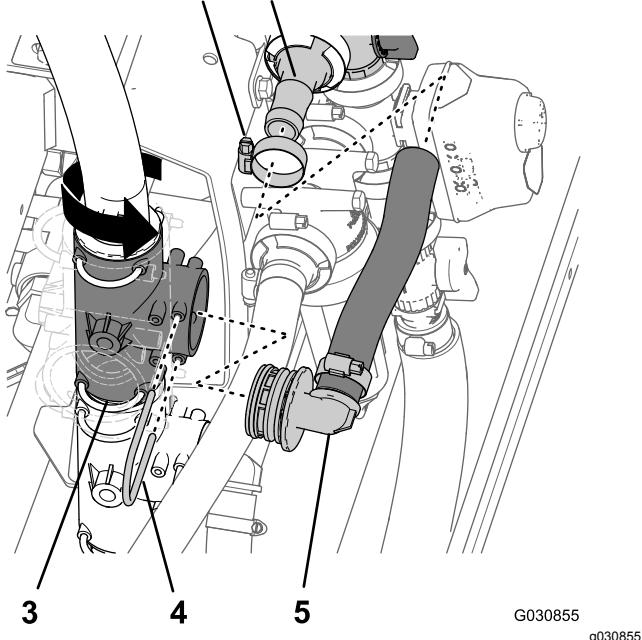

Bild 105
4. Drehen Sie das obere T-Anschlussstück an der linken Seite der Verteilerhalterung um 90° nach links, wie in **Bild 105** abgebildet.
5. Montieren Sie den Rührwerküberlaufschlauch (1" x 10") am geraden gezahnten Anschlussstück des Rührwerk-Sicherheitsventils (Bild 105).
6. Befestigen Sie den Mittelpunkt des gezahnten 90°-Anschlussstücks am Ende des Rührwerküberlaufschlauchs (1" x 10") mit dem Halter, den Sie in Schritt 4 in Entfernen des Rührwerkventils, Kugelventils und der Schläuche \(Seite 34\) entfernt haben, am oberen T-Anschlussstück an der linken Seite der Verteilerhalterung (Bild 105).